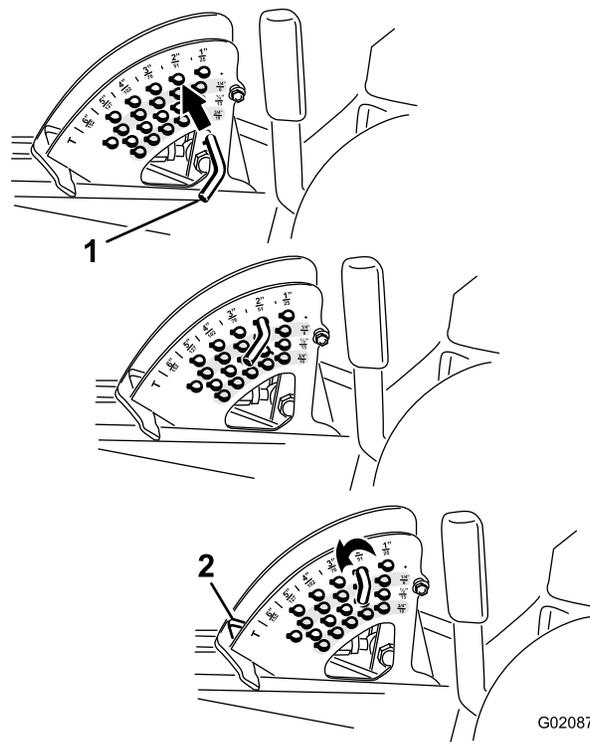

Figura 20
Nota: Para bloquear a plataforma do cortador numa posição elevada, levante a plataforma passando a posição de 15 cm, retire o pino de bloqueio da altura de corte (consulte Ajuste da altura de corte (página 27)), e coloque o pino na posição da altura de corte de 15 cm (Figura 20).
2. Para ajustar, rode o pino de bloqueio até que o pino do mesmo fique alinhado com as ranhuras nos orifícios no suporte da altura de corte e remova-o (Figura 20).
3. Seleccione um orifício, no suporte da altura de corte, que corresponda a altura de corte desejada, insira o pino e rode-o para o bloquear no lugar (Figura 20).
Nota: Existem quatro filas de posições de orifícios (Figura 20). A fila de cima dá-lhe a altura de corte listada por cima do pino. A segunda fila dá-lhe a altura de corte listada mais 6 mm. A terceira fila dá-lhe a altura de corte listada mais 12 mm. A fila de baixo dá-lhe a altura de corte listada mais 18 mm. Para a posição de 15,8 cm só existe um orifício, colocado na segunda fila. Isto não acrescenta 6 mm à posição de 15,8 cm.